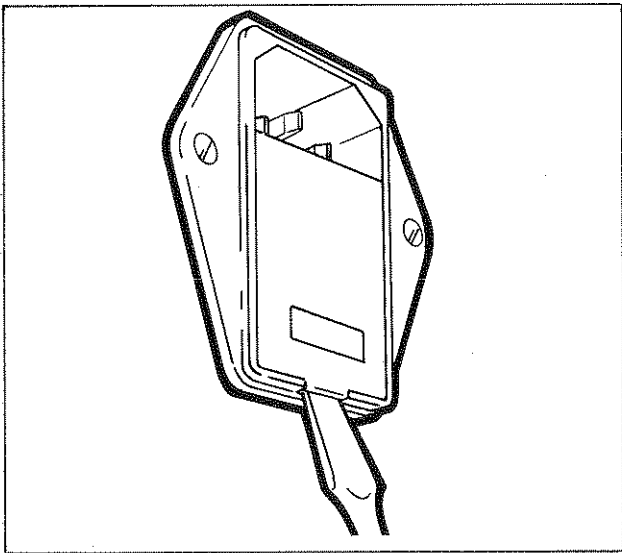
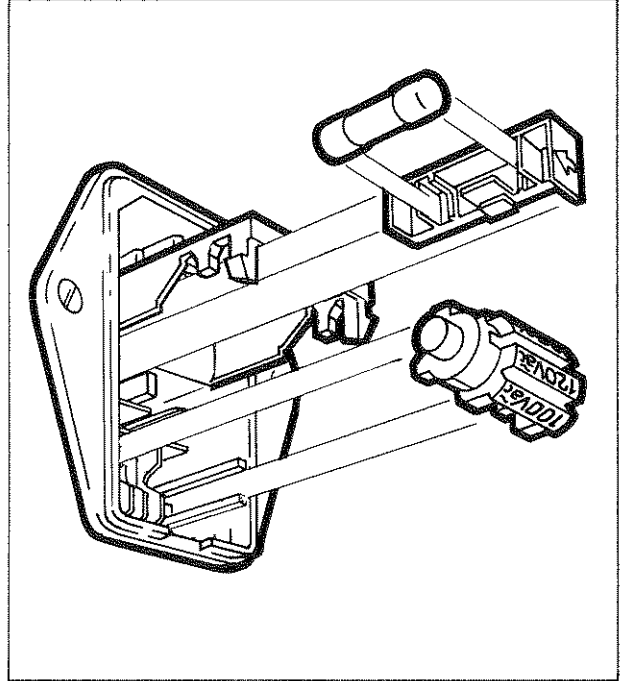

Abb. 2.1 Der Deckel des Spannungsumschalters wird mit einem Schraubenzieher geöffnet.
Abb. 2.2 Sicherung und Umschaltnocke im Inneren des Spannungsumschalters.
Vor Anschluß an das Netz ist zu überprüfen, ob der Generator auf die örtliche Netzspannung eingestellt ist. Bei Lieferung ist das Gerät auf 100 V, 120 V, 220 V oder 240 V eingestellt, siehe Spannungsumschalter unter dem Deckel auf der Geräterückseite, Abb. 2.1.
- Deckel des Spannungsumschalters mit einem Schraubenzieher öffnen, siehe Abb. 2.1.
- Umschaltknocke herausnehmen, siehe Abb. 2.2.
Die Impulsgeneratoren werden durch eine Sicherung am Spannungsumschalter auf der Geräterückseite geschützt, siehe Abb. 2.1. Der Sicherungshalter mit einer der in Europa üblichen 5 x 20 mm Rohrsicherungen ist wie auf Abb. 2.2 gezeigt einzuschleiben.